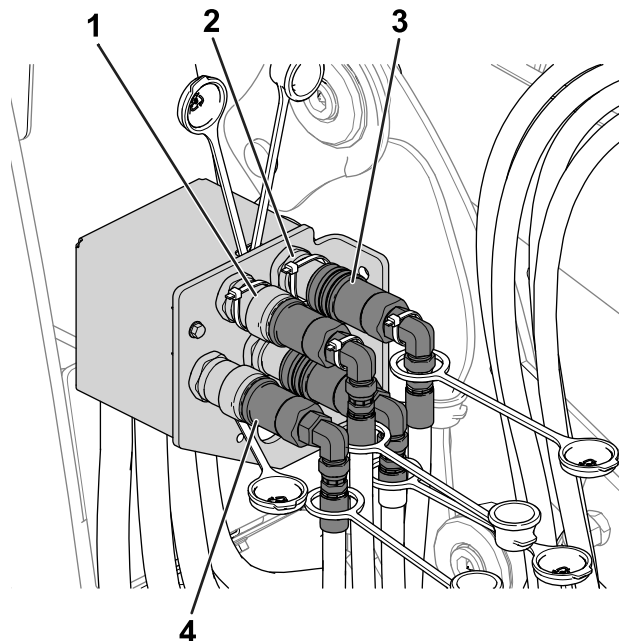

Рисунок 50
7. Выполните следующие действия, чтобы отсоединить гидравлические соединители (Рисунок 50):